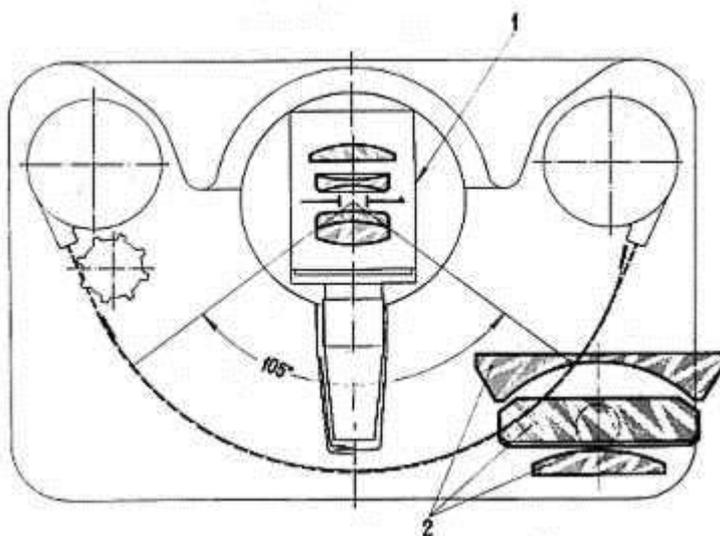

Рис. 1
1. Схема оптики ФТ-3 изображена на **рис. 1**² и включает в себя оптику объектива И-22 I и видоискатель 2. Объектив, укрепленный в поворачивающемся барабане, имеет угол поворота, равный 105°.